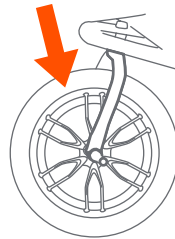

Fig. 24
- 24) • Soulevez la roue avant du sol et frappez brusquement sur le dessus du pneu (Fig. 24). La roue ne devrait pas être branlante ou se détacher.